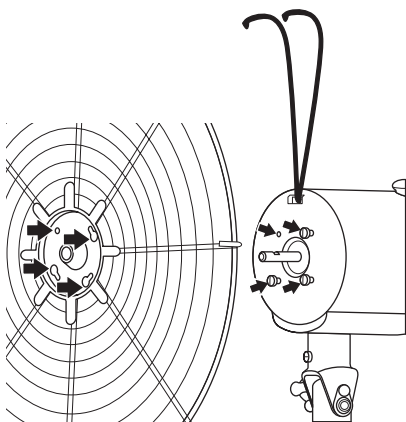

FIGURE 7
17. Aligner les encoches en trou de serrure de la grille arrière avec les trois vis restantes de la face du moteur et poser la grille arrière sur la face du moteur en vous assurant que les rondelles sont bien entre la tête de vis et la grille arrière. Voir Figure 7.